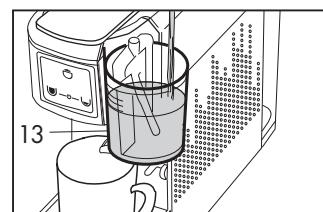

Abb. 13
- Nehmen Sie den Deckel des Milchbechers (13) ab und füllen Sie ihn mit Milch auf. Überschreiten Sie dabei nicht die Füllstandmarkierung (wir empfehlen eine Menge von 90 cc Milch). (**Abb. 13**)
- Schließen Sie den Milchbecher (13) mit dem Deckel. **Wenn der Deckel nicht geschlossen wird, kann das Gerät nicht funktionieren.**